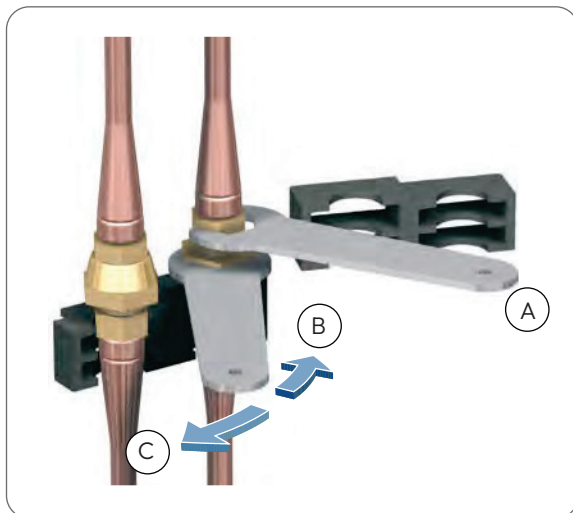

Abb. 15: Abschrauben der rechten Überwurfmutter
11. Schrauben Sie die rechte Überwurfmutter mit dem beiliegenden Mausschlüssel SW 24 ab. Halten Sie dabei mit dem zweiten Mausschlüssel SW 21 am oberen Kupplungsteil gegen (Abb. 15).